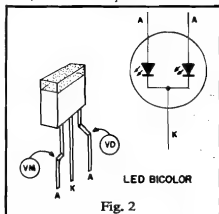

Fig. 2
- Constatada "sobra" ou "falta" de sensibilidade no R-CORUS, o Leitor/Hobbysta deverá, basicamente, atuar na modificação do valor original do resistor de realimentação do primeiro bloco amplificador (1M, marcado com asterisco, na fig. 2). O valor desse resistor é **INVERSAMENTE** proporcional à sensibilidade de entrada do R-CORUS. Assim, tornando-se necessário **aumentar** a sensibilidade, seu valor deverá ser experimentalmente **reduzido**, até
- FIG. 2 - Importantes na configuração circuitual do JOCAN, são os LEDs indicadores, do tipo bicolor. Esses componentes, vistos na na figura em aparência, identificação de terminais e símbolo, contém, num mesmo encapsulamento, duas "pastilhas" de Diodos Emissores de Luz, uma **vermelha** e uma **verde**. Os **anodos** (terminais A) são individualizados, acessados externamente via terminais específicos. Já o **catodo** (terminal K) é "comum", ou seja: existe um só **catodo** para os dois LEDs internos ao componente. Norem que tal configuração permite interessantes "truques" óticos... Energizado apenas o LED vermelho, essa cor se manifestará no difusor do componente. Se, por outro lado, apenas a pastilha **verde** for energizada, o difusor do LED mostrará, obviamente, a cor verde. Já se **ambas** as "pastilhas" forem simultaneamente energizadas, a "soma" ótica das duas cores resultará em luminosidade **amarela** no difusor! Assim, em termos de funcionamento final, temos nada menos que **quatro** es-
do meio, no LED, seja ligado ao furinho do meio, no respectivo grupinho de furos... Não é importante "parar que lado ficou" o anodo vermelho ou o anodo verde (rever fig. 2). Notar que toda a fiação deverá ter seus comprimentos dimensionados de acordo com o "encaixamento" previsto para o JOCAN (próxima figura, com detalhes), o mesmo ocorrendo com o próprio tamanho das "pernas" dos 3 LEDs.